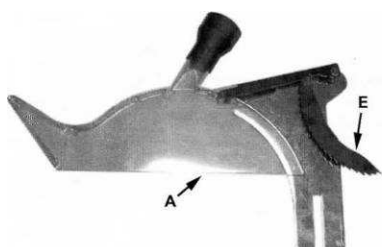

Рис. 7
Пояснения к рис. 7:
Полностью в собранном виде расклинивающий нож и защита А показаны на рис.7.
1. Удалите защитный кожух и собачки (С, Е, рис. 7).